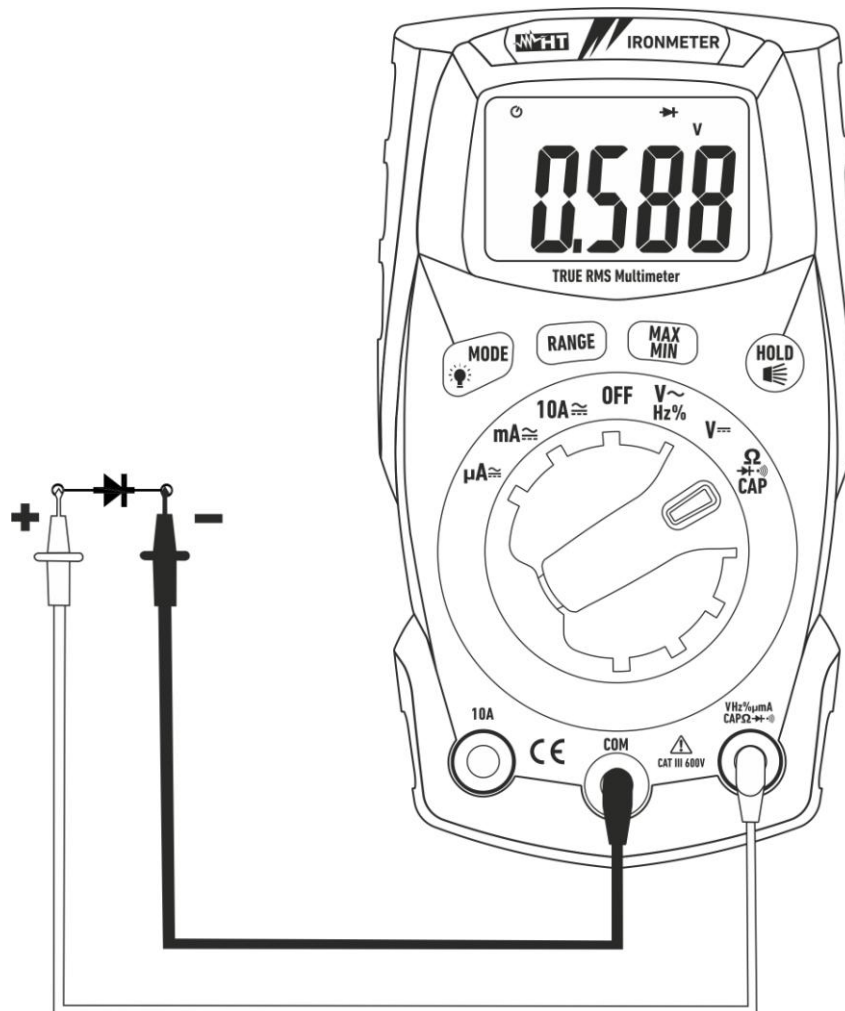

Fig. 6: Uso do instrumento para o Teste de Diodos
4. Colocar as ponteiros nas extremidades do diodo em exame (ver Fig. 6) respeitando as polaridades indicadas
7. Se o instrumento apresenta a mensagem "**O.L**", os terminais do diodo estão invertidos em relação ao indicado na Fig. 6 ou a junção P-N do diodo está danificada